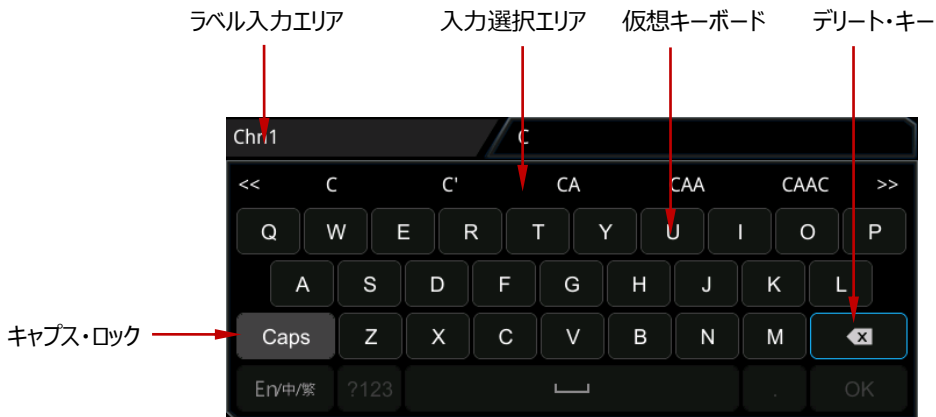

Figure 2-3 ラベル編集インタフェース
- **Label** を押すと Figure 2-3 のようなラベル編集インターフェースが表示され、手動で入力することができます。ラベル入力方法は "**フォルダの作成**" を参照してください。